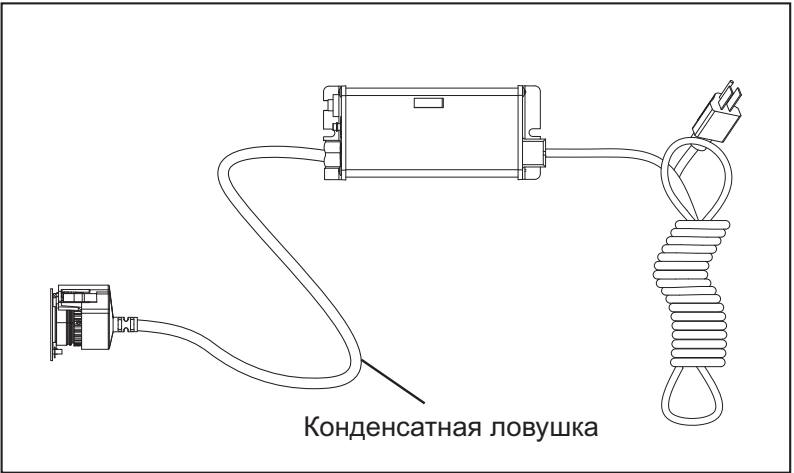

Рисунок 6 Конденсатная ловушка
- Контроллер следует установить над УФ-камерой или рядом с ней. Всегда устанавливайте контроллер в горизонтальном положении для предотвращения стекания влаги по шнурам, что может привести к угрозе возгорания. Настоятельно рекомендуется установить конденсатные ловушки на все шнуры, присоединенные к контроллеру. См. Рисунок 6.
4. Установите контроллер VIQUA ICE в горизонтальном положении на стену рядом с камерой. В идеальном случае контроллер располагают над камерой и в стороне от подключения к водопроводу во избежание потенциального попадания воды на контроллер за счет протечки по месту подключения или образования конденсата в системе. Убедитесь, что вы сделали на УФ-лампе, датчике УФ-излучения и шнуре питания запас для конденсатной ловушки, как показано на Рисунок 6, чтобы избежать попадания воды в контроллер.